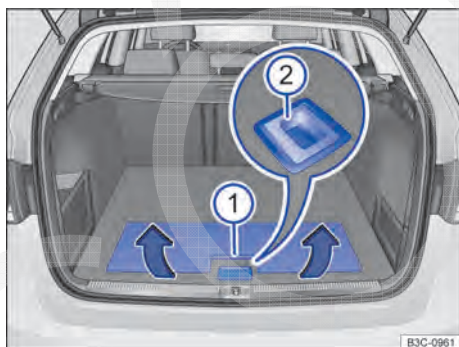

Fig. 128 No compartimento de bagagem: assoalho do compartimento de bagagem divisível.
- Segurar o assoalho do compartimento de bagagem divisível pelo rebaixo $\Rightarrow$ Fig. 128 ① e levantar na posição vertical, no sentido da seta.
- Atentar para que alça no compartimento de bagagem ② esteja travada corretamente.
- Rebater para baixo o assoalho do compartimento de bagagem divisível levantado, no sentido contrário da seta ⇒ Fig. 128.